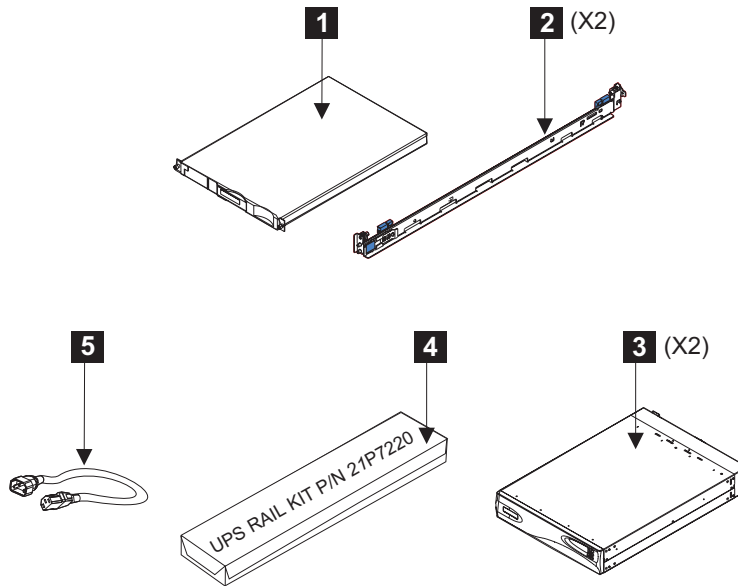

图 18. 安装在机架中的各项
1. 检查所有部件和数量，与第 18 页的图 18 中所示的各项比较。如果缺少任何一项，请与销售代表联系。